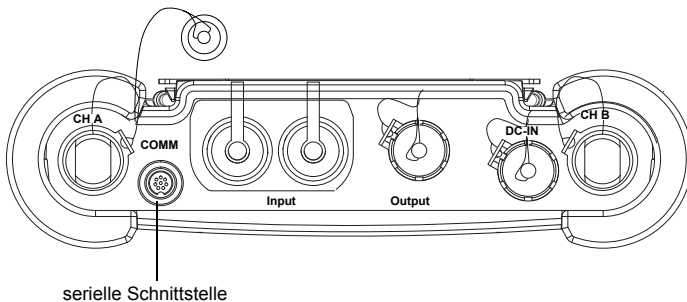

Abb. 7.13: Anschlüsse am Messumformer FLUXUS F608
- Schließen Sie das RS232-Kabel an den Messumformer (siehe Abb. 7.13) und an die serielle Schnittstelle des PC an.